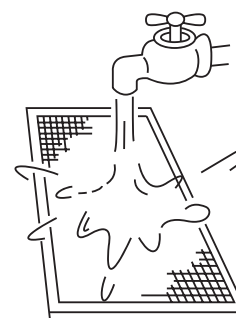

Рис. 6-4
- используя проточную воду, располагайте фильтр лицевой стороной вниз (см. рис. 6-4).